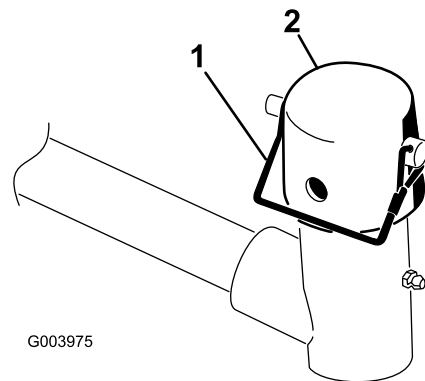

Figura 7
6. Retire o pino de encaixe e tampa da forquilha da articulação do braço de elevação (**Figura 7**).
10. Prenda a tampa e o veio da estrutura de suporte à forquilha do braço de elevação com o pino de encaixe (Figura 7).